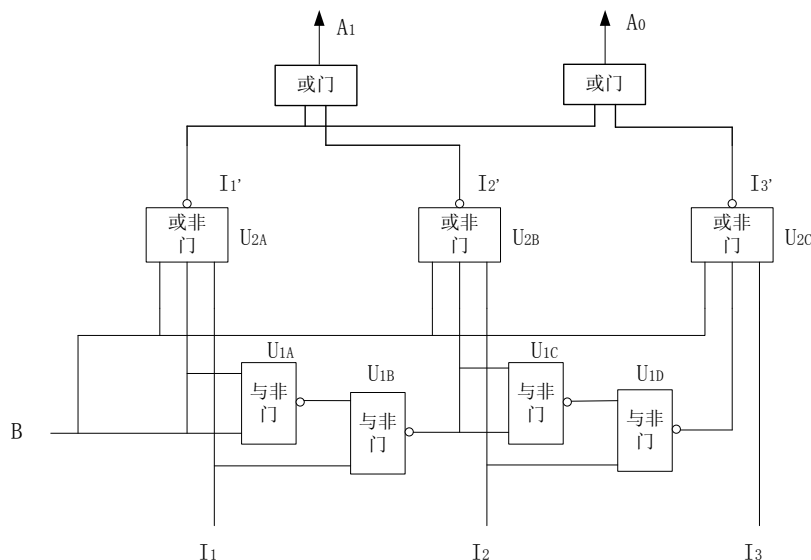

图 1-9：三中断源自动判优电路
假定中断源有 3 个，分别是  $I_1$ 、 $I_2$ 、 $I_3$ ，优先级依次降低，低电平表示有中断；CPU 送来的查询信号为  $B$ ，也是低电平有效。图 1-9 给出了这种“菊花链”电路。当  $B$  为高电平时，无论中断源有无请求， $U_{2A}U_{2B}U_{2C}$  的 3 个输出  $I_1'$ 、 $I_2'$ 、 $I_3'$  均为 0。当  $B$  为低电平时，若  $I_1$ 、 $I_2$ 、 $I_3$  都为高电平，即无中断请求， $U_{2A}U_{2B}U_{2C}$  的 3 个输出为 0 保持不变；若  $I_1$  为低电平，不论  $I_2$ 、 $I_3$  为何值， $U_{2A}$  的输出  $I_1'$  变为 1。而由于门  $U_{1B}$  被封闭，所以，信号  $B$  的低电平就无法再向右传送，于是  $I_2'$ 、 $I_3'$  也就维持 0 不变。只有  $I_1$  为高电平时， $I_2$  的请求才能通过  $U_{2B}$  送出去。故  $I_1$  的优先级比  $I_2$  高。同样， $I_2$  的优先级比  $I_3$  高。
CPU 要识别三个中断请求中优先级最高的是哪个源，还需要对以上的输出  $I_1'$ 、 $I_2'$ 、 $I_3'$  进行编码。图 1-9 中使用 2 个或门编码  $I_1'$ 、 $I_2'$ 、 $I_3'$ ，输出为  $A_1A_0$ ，注意要留一个（如  $A_1A_0=00$ ）分配给没有任何源请求的状态。如果有更多的中断源，“菊花链”还可以继续扩展下去。“菊花链”也叫串行排队电路。
1. 参考图 1-9，在原理图文件 top.dlsche 中设计一个三中断源自动判优电路。需要用到的逻辑门可以在型号库“逻辑门”中找到。